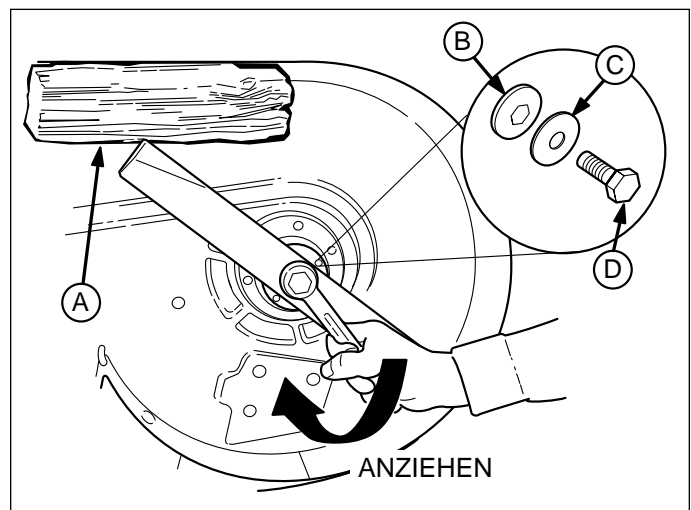

Abb. 26. Anbringen des Messers - 97 cm und 112 cm Mähwerke
Schmieren Sie das Gerät an den in Abb. 26 bis 30 gezeigten Stellen und an den folgenden Schmierstellen. Generell müssen alle Metallteile, die mit anderen Teilen in Berührung kommen, geölt werden. Halten Sie Riemen und Riemenscheiben fett- und ölfrei. Denken Sie bitte daran, die Nippel und Oberflächen vor und nach der Schmierung abzuwischen.
6. Messer (Abb. 26) wieder anbringen, sodass die Spitzen nach oben zum Mähwerk hin zeigen, wie in den Abbildungen gezeigt. Den Passstift (E) wieder anbringen.
7. **Modelle 97 cm und 112 cm:** Die Sechskantunterlegscheibe (B, Abb. 26), den Federring (C) und die Kopfschraube (D) wieder anbringen. Messerrotation durch Holzblock (A) verhindern und Kopfschraube (D) mit 61-75 Nm anziehen.